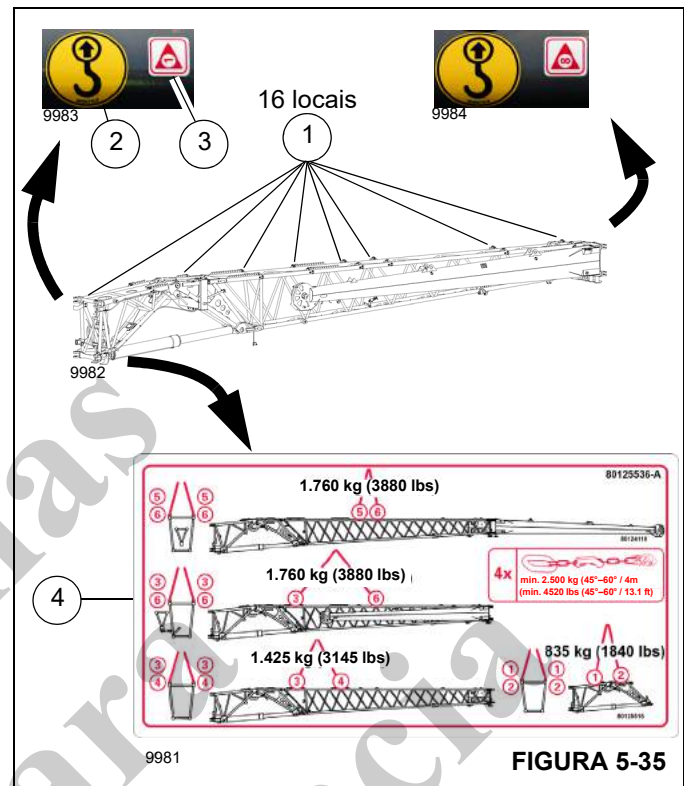

FIGURA 5-35
A seção da base da extensão da lança possui oito pontos de fixação de cada lado (16 no total) (1, Figura 5-35). Os adesivos mostram os pontos de fixação (2). Os adesivos dos pontos de fixação são numerados de 1 a 8 (3). O adesivo de transporte e elevação (4) mostra as diferentes configurações de elevação aceitas: